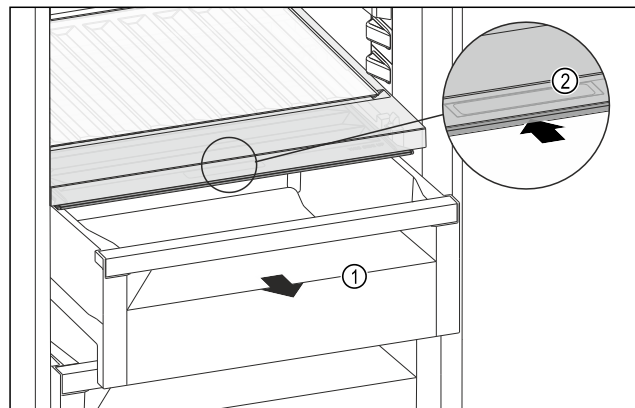

Fig. 110
- ▶ Извлеките выдвижной ящик *Fig. 110 (1)*.
- ▶ Возьмитесь за утопленную ручку *Fig. 110 (2)* на крышке отделения и одновременно введите крышку отделения назад.